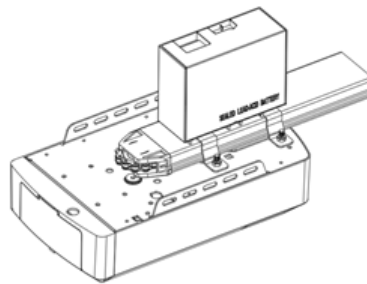

Fig:12
PASO 12 (Fig. 12)
Junte la batería con el motor, Fig. 12.